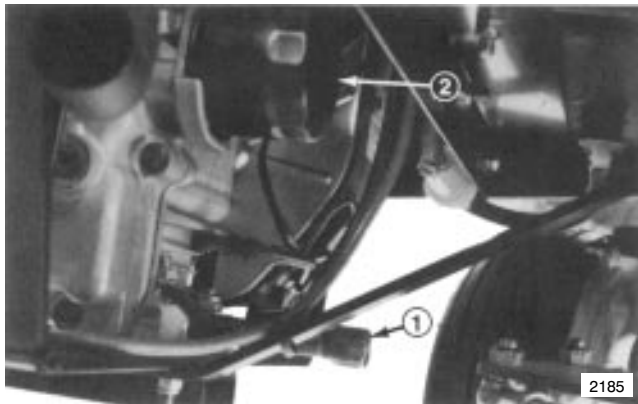

Abbildung 17
3. Ein Auffanggefäß unter den Ölablaßstutzen stellen. Ölablaßschraube entfernen (Abb. 17).
2. Den alten Filter herausnehmen und die Dichtungsfläche des Filteradapters abwischen (Abb. 17 und 18).